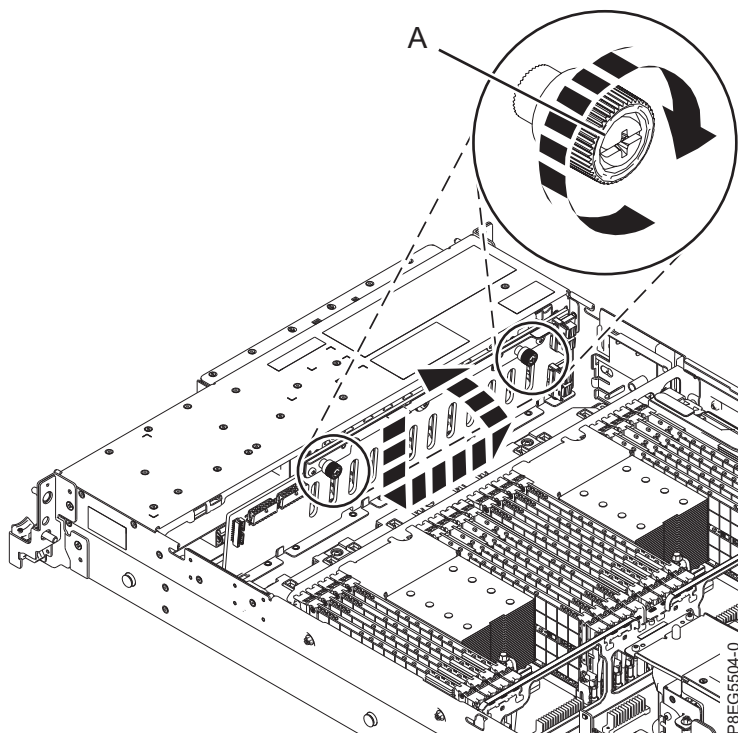

Figura 6. Substituindo o painel traseiro da unidade de disco
3. Usando a base na parte superior do painel traseiro da unidade de disco e voltado para a frente do sistema, substitua o painel traseiro. Incline-o para a parte traseira e abaixe-o no chassi. Alinhe os recortes do painel traseiro com as guias no chassi para inseri-lo no sistema. Desloque o painel traseiro ligeiramente para a esquerda para prendê-lo no lugar, conforme é mostrado na Figura 6 na página 8.